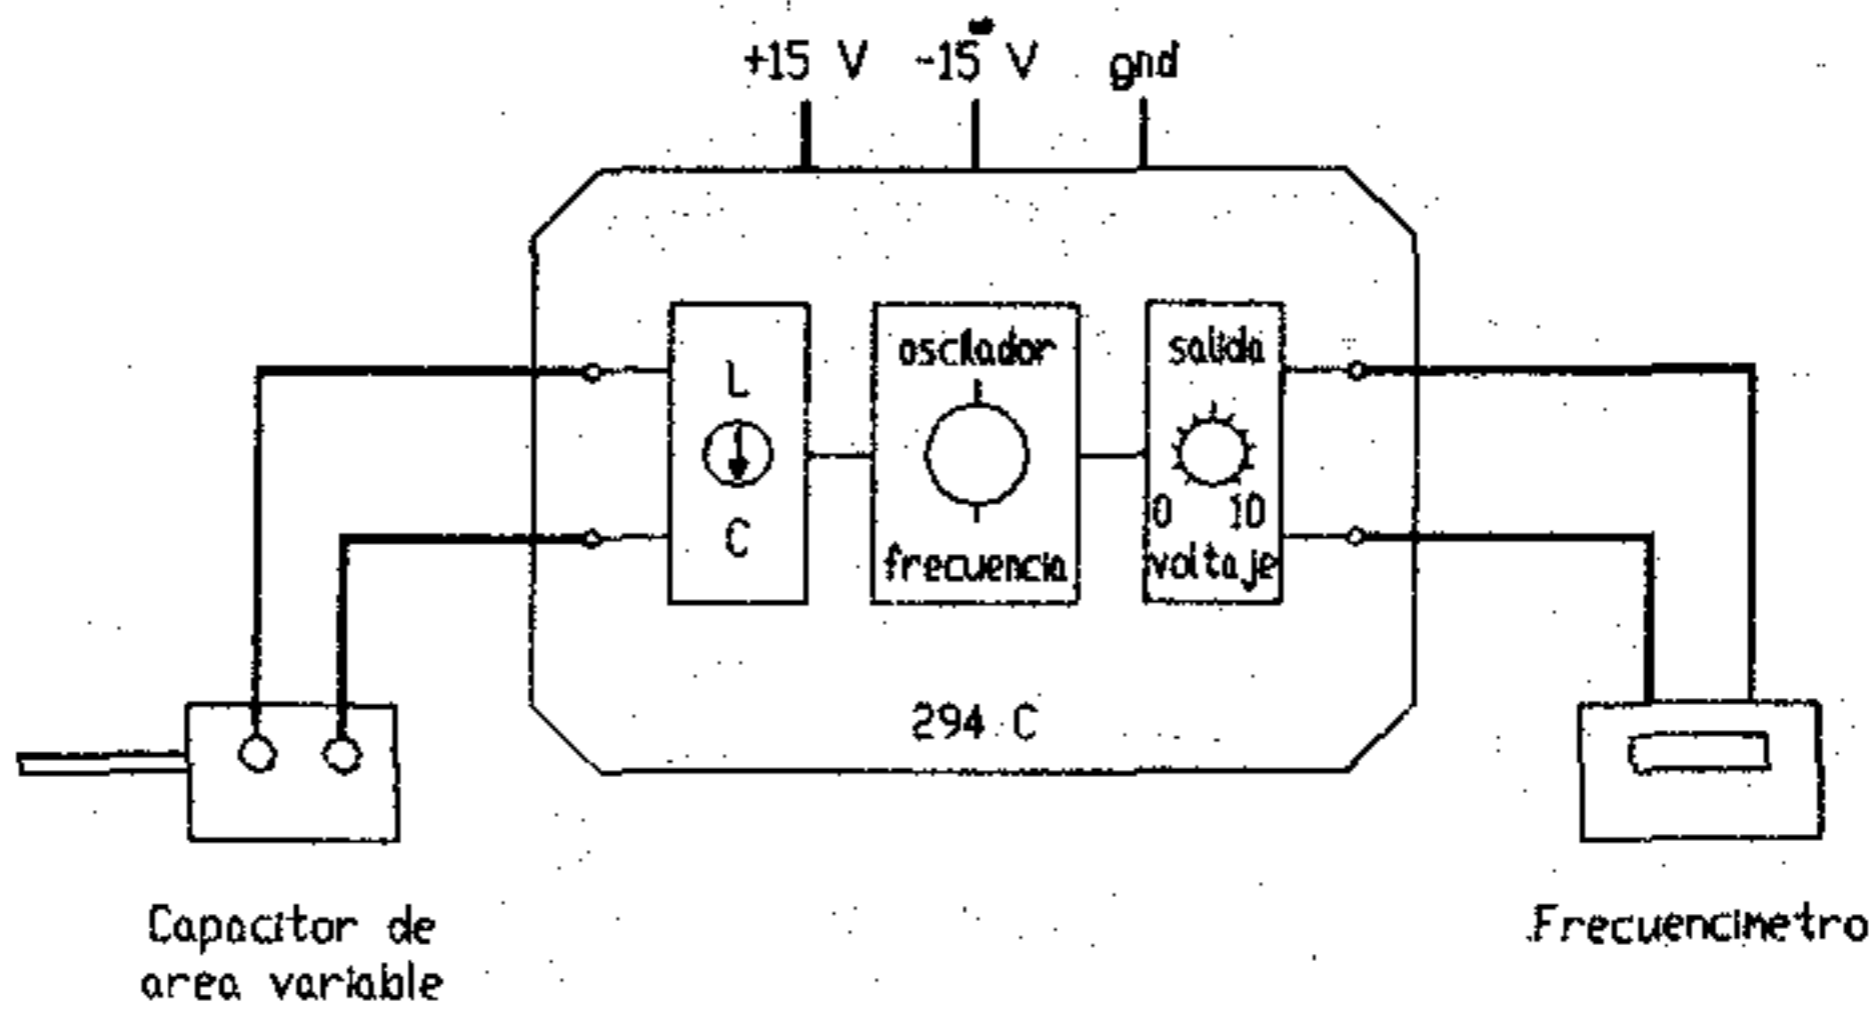

Figura 11
- a) Polarice el módulo oscilador (294-C) con + 15 V, -15 V y tierra, además conecte el frecuencímetro como lo muestra la figura 11, sin conectar aun el capacitor de área variable.